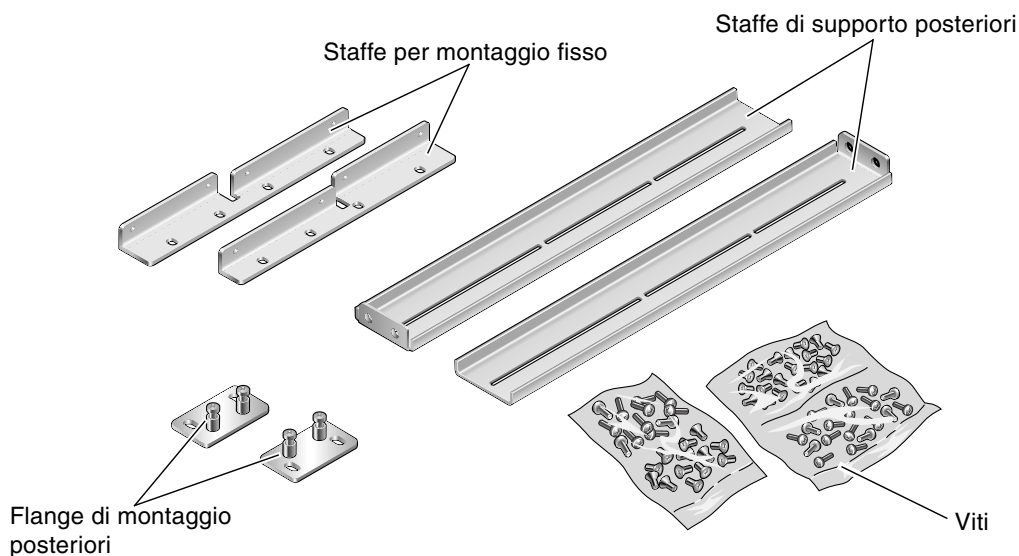

FIGURA 3-1 Contenuto del kit di montaggio fisso in rack da 19 pollici a 4 montanti
1. Prendere le staffe di montaggio anteriori dal kit (FIGURA 3-1).
4. Prendere le due staffe di supporto posteriori dal kit (FIGURA 3-1).
8. Prendere le due flange di montaggio posteriori dal kit (FIGURA 3-1).